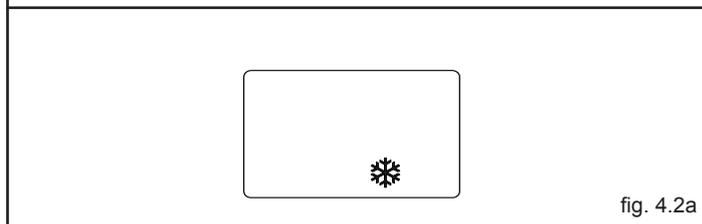

fig. 4.2a
- **Antigelo:** quando la temperatura dell'acqua di caldaia scende sotto i 5°C si attiva il circolatore e, se necessario, il bruciatore alla minima potenza per riportare la temperatura dell'acqua a valori di sicurezza (35°C). Durante il ciclo antigelo sul visualizzatore digitale appare il simbolo ❄️ (fig. 4.2a).